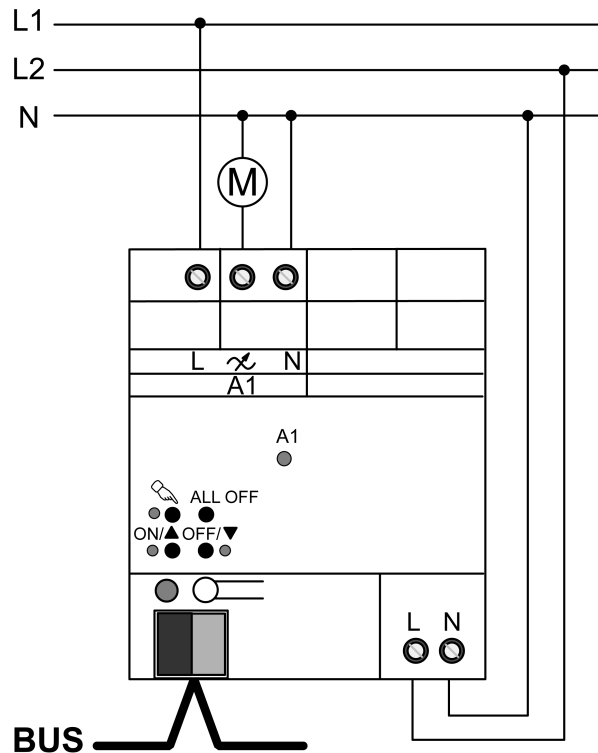

Figura 6: Dimmer 1 canale - Collegamento per modalità di funzionamento regolatore di velocità.
- Collegare l'apparecchio secondo lo schema esemplificativo (Figura 6).